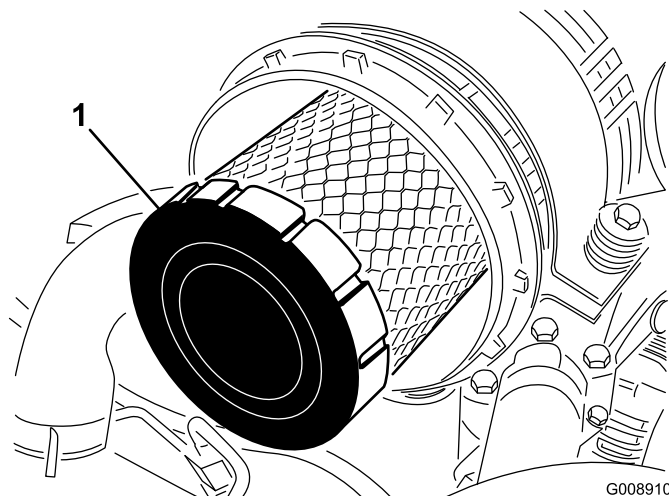

Figura 57
4. Retire y cambie el filtro primario (Figura 57).